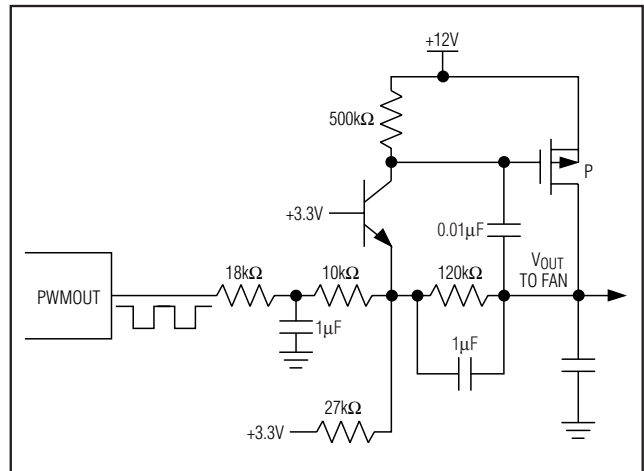

图 6. 用 PWM-DC 转换电路驱动风扇
- 2) PWMOUT 被转换为 (使用外部电路) 与占空比成正比的直流电压。这个受占空比控制的电压被用作风扇的电源。这种方法比 1) 的效率低，但是风扇的工作更安静。图 6 给出了一个将 PWM 信号转换为直流电压的电路实例。由于该电路在 PWMOUT = 0V 时产生满量程输出电压，因此，寄存器 02h 中的 D4 位应当被设定为 0。
频率选择寄存器用来控制 PWM 信号的频率。用 PWM 信号来调制风扇的电源时，应当使用低的 PWM 频率（通常 33Hz），以便确保无刷直流电机电路有充足的工作时间。使用 PWM-DC 转换电路驱动风扇时，如图 6 所示，应当采用最高的可用频率（35kHz），以便减小滤波电容的尺寸。使用带 PWM 控制输入的风扇时，通常也需要较高的频率，尽管一些风扇的 PWM 输入也可接受低频驱动。